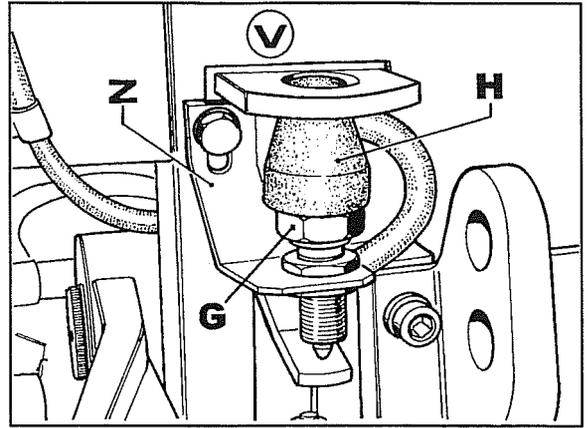

Fig. 36
4. Remonter la protection **V** fig.36 opportunément coupée pour permettre le montage et le mouvement de l'interrupteur et du levier pendant le travail (cf. fig. 36).
Monter le support interrupteur **Z** et l'interrupteur **G** avec le câblage **H** fig.36, en faisant attention à brancher les câbles aux connecteurs avec les languettes en plastique. Enfiler le câblage par la droite de l'interrupteur sous le groupe du siège, puis arriver à la boîte support commande soulevé/abaissé.